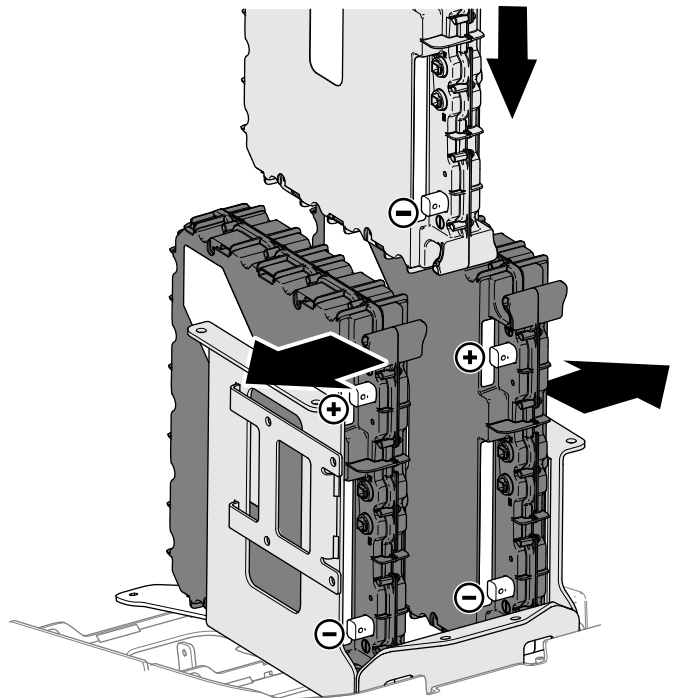

Figura 13
- B. Allineate le batterie esterne in modo che siano posizionate contro i lati destro e sinistro della piastra di supporto superiore (Figura 13).
- C. Allineate la batteria centrale in modo che i morsetti delle batterie siano rivolti all'indietro e inserite la batteria centrale all'interno della piastra di supporto superiore, tra le batterie esterne (Figura 13).